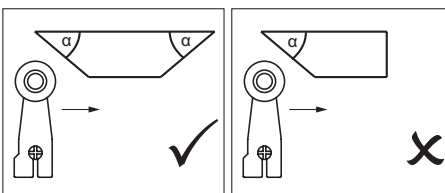

Fig. 1 : Forme de came
- Pour éviter le rebondissement de l'élément d'actionnement, le profil de la came en sortie doit être progressif (voir Fig. 1).